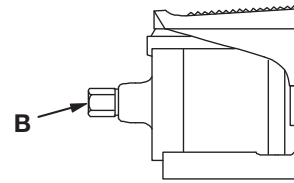

Abbildung 5
1. Siehe Abbildung 5. Eine Luftzufuhrquelle mit Mindestkapazität 15,3 m3/h an den schwenkbaren 1/4 Inch NPTF Lufteinlaßanschluß (B) der Pumpe anschließen. Nur 1/4 Inch Schlauch- oder Schnelltrennverbinder verwenden. Größere und schwerere Anschlußstücke sind nicht zu empfehlen. Die Verbindung mit einem hochwertigen Gewindedichtmittel abdichten.